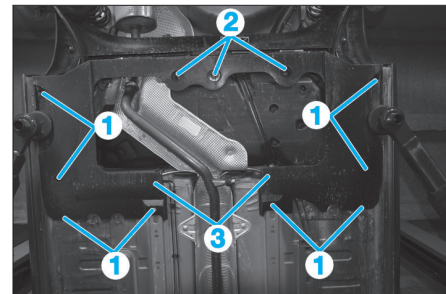
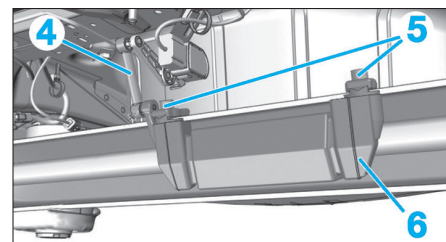
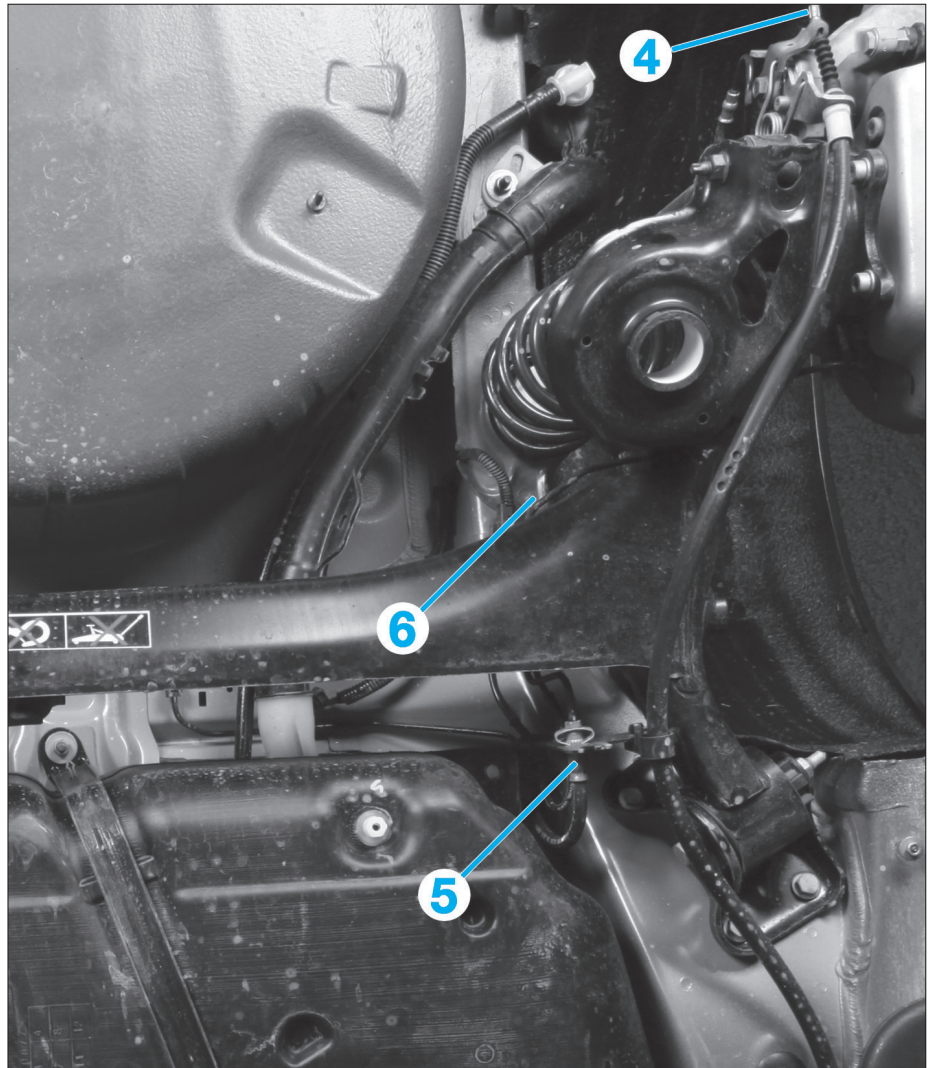

Fig. 58
Fig. 59
Fig. 65
- les écrous (1) (Fig.58),
- les pions plastique (2),
- les protections (3).
- Désaccoupler la biellette du capteur de hauteur des projecteurs xénon (4) (si équipé) (Fig.59).
- Desserrer les vis (5).
- Déposer l'amortisseur de vibrations du train arrière (6).
- Vérifier que la biellette (4) se positionne perpendiculairement à sa rotule de fixation sur l'amortisseur de vibration (Fig.59) (pour les véhicules équipés de phares au xénon).
- Désaccoupler les câbles de frein de stationnement (4) (Fig.65).
- Désaccoupler les flexibles de frein (5).